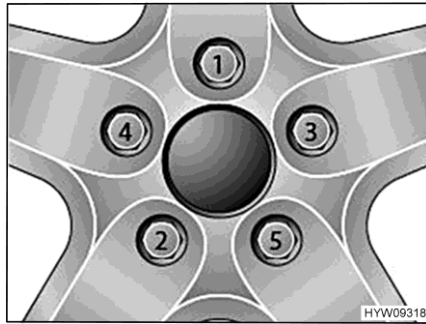

Fig. 113 Serrer en croix les écrous ou les boulons de roue
- Serrer les écrous ou les boulons de roue dans l'ordre indiqué à la Fig. 113. Utiliser pour ce faire une clé dynamométrique et respecter le couple de serrage prescrit (voir paragraphe 14.5).
- Vérifier régulièrement le serrage des écrous ou des boulons de roues. Resserrer tous les écrous ou les boulons de roue 50 km après le changement d'une roue. Respecter l'ordre indiqué à la Fig. 113.
- Si des jantes neuves ou repeintes sont utilisées, alors resserrer les écrous ou les boulons de roue une fois de plus après env. 1 000 à 5000 km. Respecter l'ordre indiqué à la Fig. 113.